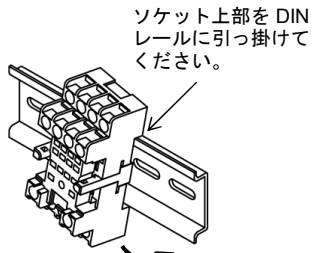

図2.2-1
- (1) ソケット上部をDINレールに引っ掛け、取り付けてください。(カチッと音がします)(図2.2-1)